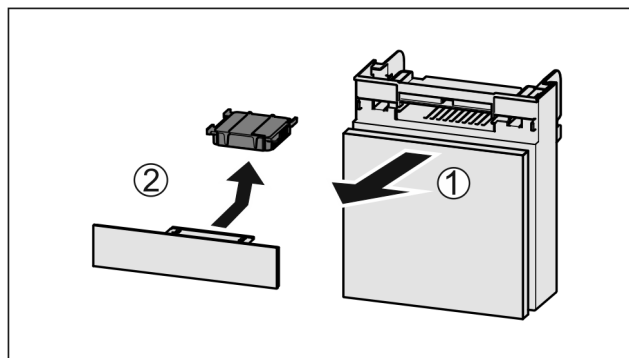

Fig. 172
- Dra ut Fig. 172 (1) lådan framåt.
- Ta ut Fig. 172 (2) aktivtkolfiltret.